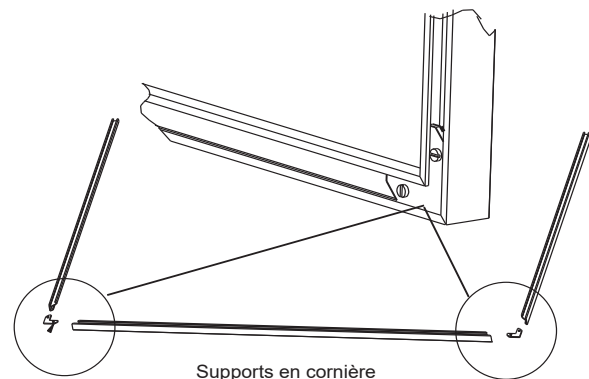

Figure 20.3
6. Alignez les 2 vis dans la partie supérieure de l'encadrement avec les 2 trous d'alignement en dessus de l'appareil. Fixez en place (**Figure 20.3**).